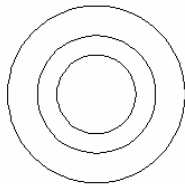

图 2-58 绘制同心圆
- (1) 绘制同心圆。单击“默认”选项卡“绘图”面板中的“圆”按钮, 绘制 3 个半径分别为 90、60、40 的同心圆，如图 2-58 所示。